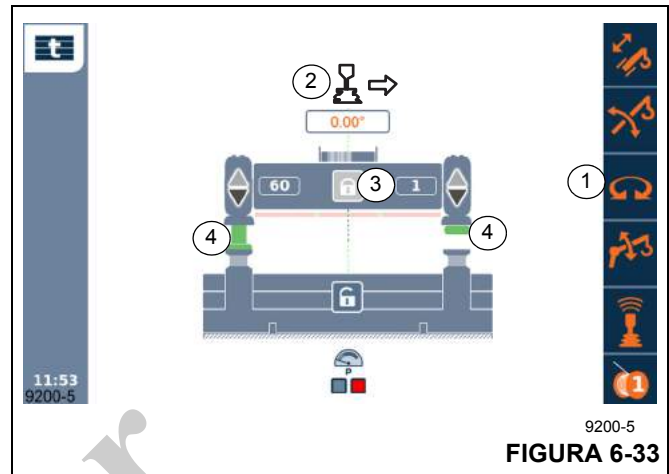

FIGURA 6-33
- Los cilindros de elevación deben estar completamente retraídos – símbolo (4, Figura 6-33) verde.
- La corona de giro debe estar activada – símbolo (1) verde.
- Símbolo (3) activo,
- Símbolo (2) visualizado.